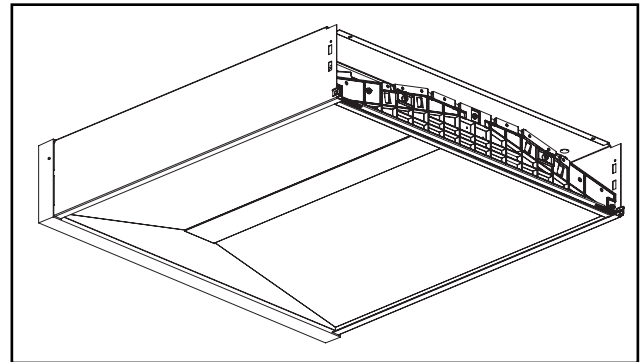

Figura 4.
4. Inserte la luminaria en el kit para superficie. La luminaria se apoyará sobre la brida inferior del kit de montaje en superficie en los cuatro ángulos. Si la luminaria no está correctamente apoyada sobre la brida inferior, levántela y muévala hasta que quepa en su lugar. (ver Figura 4)